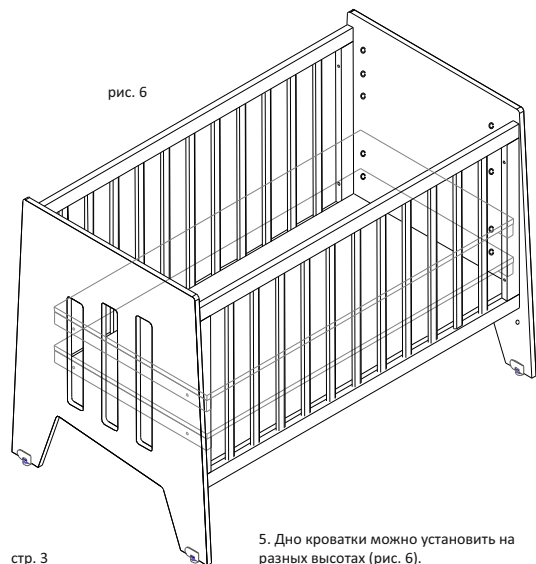

рис. 6
5. Дно кровати можно установить на разных высотах (рис. 6).